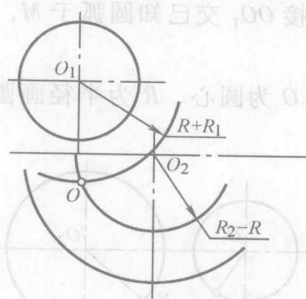

图 1-17 两圆弧间圆弧混合连接步骤二
2) 分别以  $(R + R_1)$  及  $(R_2 - R)$  为半径,  $O_1$ 、 $O_2$  为圆心, 画圆弧交于  $O$  点, 如图 1-17 所示。